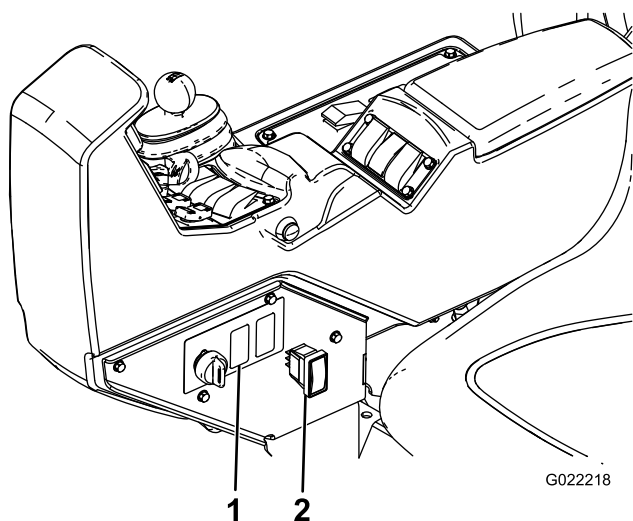

Figura 18
1. Individuate il tappo dell'interruttore del serbatoio di lavaggio sul cruscotto (Figura 18).
2. Rimuovete il tappo dal cruscotto (Figura 18).
5. Montate l'interruttore sul connettore attraverso il cruscotto (Figura 18).